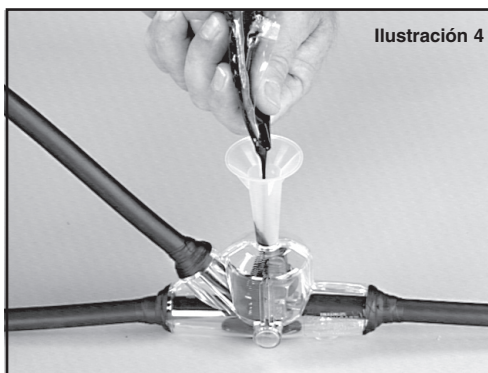
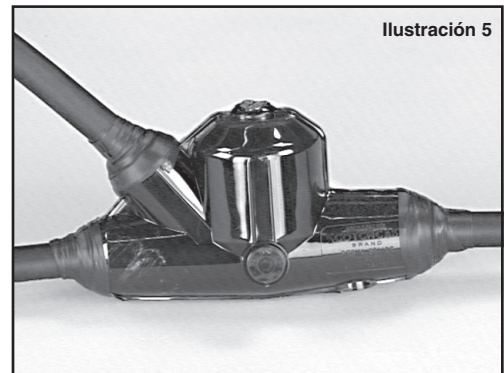

Ilustración 4
Ilustración 5
- 6.1 Coloque el empalme en posición nivelada. Mezcle la resina completamente siguiendo las instrucciones del paquete. Vierta la resina hasta que el molde y la espiga queden completamente llenos. (Vea la Ilustración 4.) Llene nuevamente la canaleta después de que se escape el aire. Cuando la resina se haya solidificado y enfriado, puede ponerse en servicio el empalme. Quite la canaleta si lo desea. (Vea la Ilustración 5.)